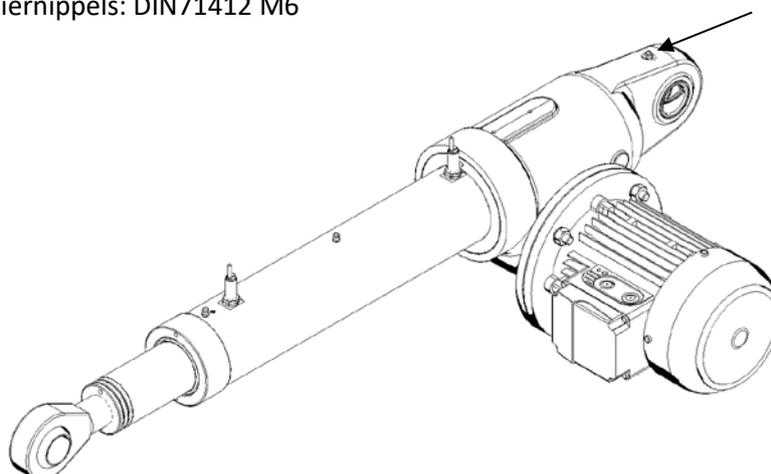

Abbildung 9.4 – Schmiernippel hintere Aufhängung
- Schmieren Sie die hintere Aufhängung an den entsprechenden Schmiernippeln (zwei Schmiernippel, wie in Abb. 9.4 dargestellt).